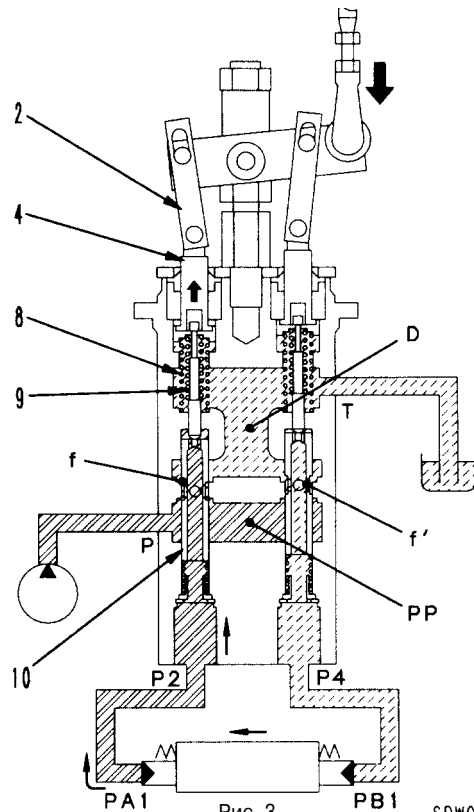

Рис. 3
3. Рычаг управления возвращен из положения незначительного перемещения в нейтральное положение (точное управление) (рис. 3)